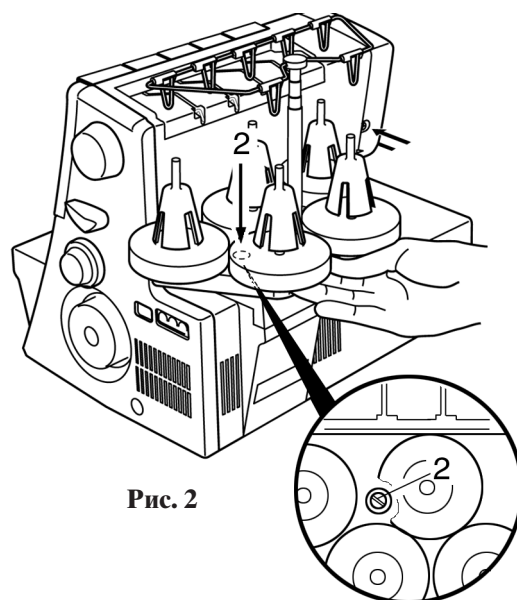

Рис. 2
- Снимите подкладочные диски для бобин и центрирующие устройства (рис. 2).